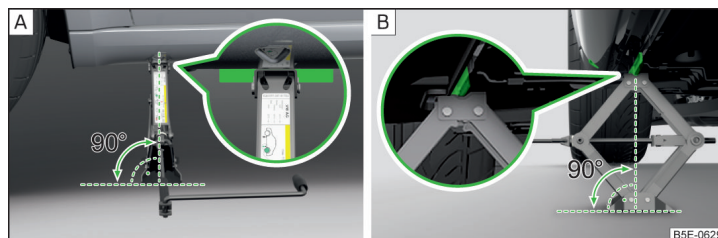

Abb. 333 **Wagenheber ansetzen**
- › Die Grundplatte des Wagenhebers mit der gesamten Fläche auf einem geraden Untergrund stellen, sodass sich der Heber in senkrechter Position zum Aufnahmesteg befindet » **Abb. 333** - **A**.
- › Den Wagenheber mit der Kurbel so weit hoch drehen, bis die Klaue des Hebers den Steg umfasst » **Abb. 333** - **B**.